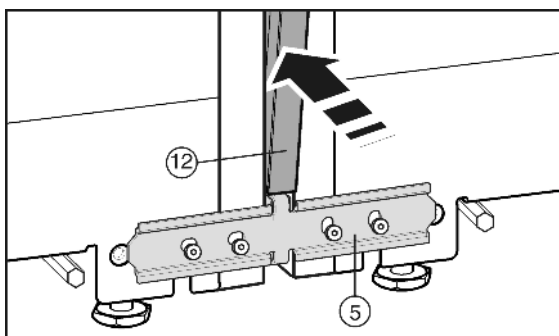

Fig. 9
Перед встановленням нащільника Fig. 9 (12) зведіть обидві розпірки по всій довжині. Це дозволяє легше ввести нащільник в щілину. Для вставки нащільника використовуйте м'яку тканину, щоб уникнути утворення лунок на його поверхні. Просто вдавіть нащільник у щілину, щоб досягти оптимального з'єднання.
- ▶ Спереду затисніть довгий нащільник Fig. 9 (12) у вертикальну щілину. Стежте за тим, щоб нащільник прилягав до з'єднувального листа Fig. 9 (5).